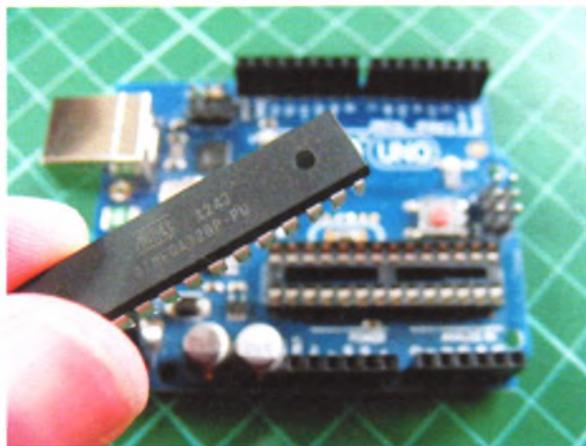

РИСУНОК 25.4
1. Осторожно снимите микроконтроллер Arduino ATmega с оригинальной платы Arduino (рис. 25.4) и замените его своим микроконтроллером ATmega.